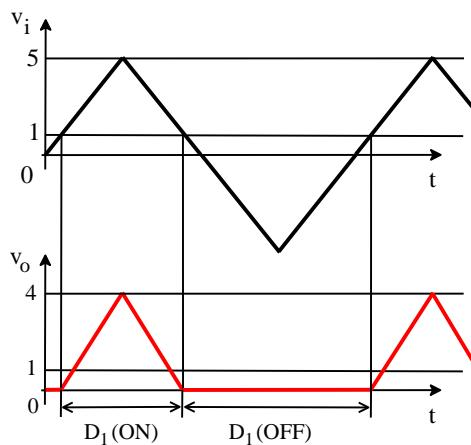

Figura 1.140 – Formas de onda do ceifador do Exemplo 25.
- As tensões  $v_i$  e  $v_o$  estão sincronizadas? Sim, estão em sincronismo, conforme mostra a Figura 1.140.